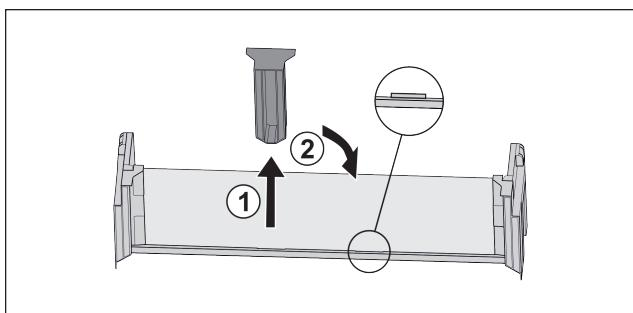

Fig. 54
- Витягнути середню деталь для підтримки Fig. 54 (1).
- Вставить середню деталь для підтримки на друге положення Fig. 54 (2).